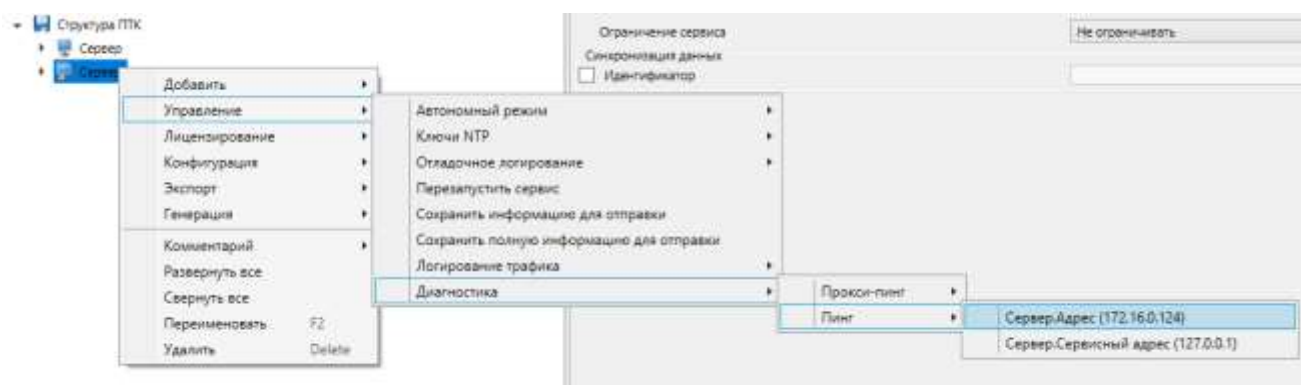

Рисунок 311 – Команда эхо-запроса к локальным IP-адресам серверов
– с рабочего места, на котором работает EKRA Studio к основным и сервисным IP-адресам серверов ПТК. Обеспечивается проверка возможности отправки управляющих команд EKRA Studio серверным компонентам EKRASCADA (обновление конфигурации, включения/отключения ведения отладочных журналов, перезапуска компонентов и т.д.). Диагностика выполняется в контекстном меню узлов **Сервер** командами группы «Управление» → «Диагностика» → «Пинг» (рисунок 311).